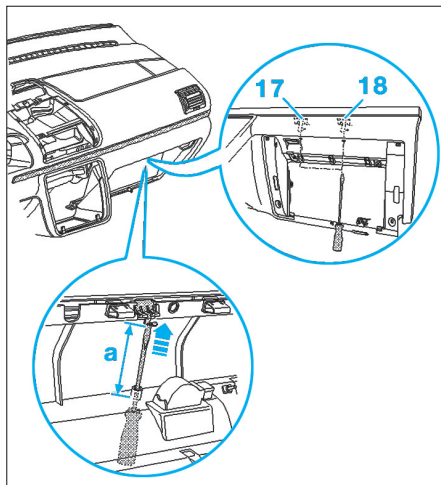

Fig. 14
- Repousser vers le haut, à la verticale, les deux agrafes de sûreté (17) et (18) à l'aide d'un tournevis (Fig.14).